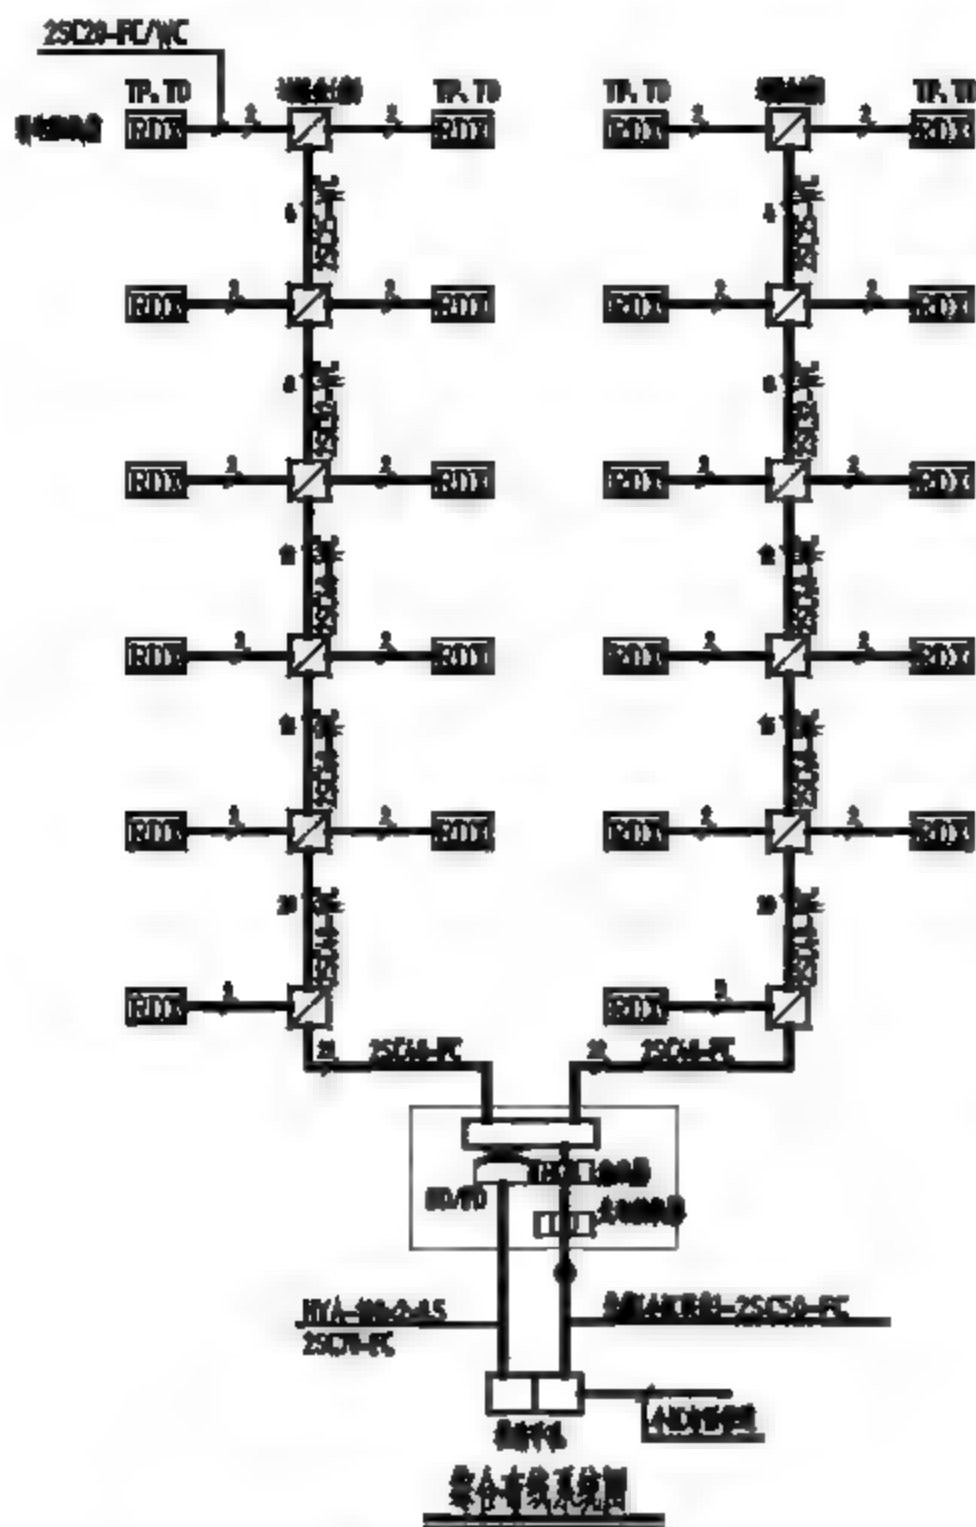

图6-39 打开素材
- 01 单击快速访问工具栏中的【打开】按钮, 打开本书配备资源中的“素材\第6章\6-3 为综合布线系统图添加说明.dwg”文件，如图6-39所示。